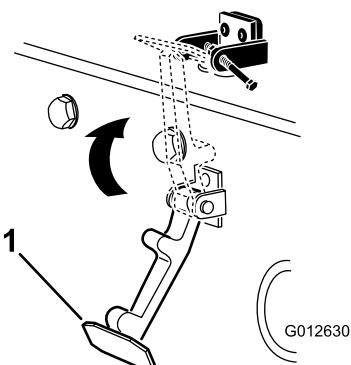

Figura 9
- Enganche el cierre en el cerradero del capó (Figura 9).